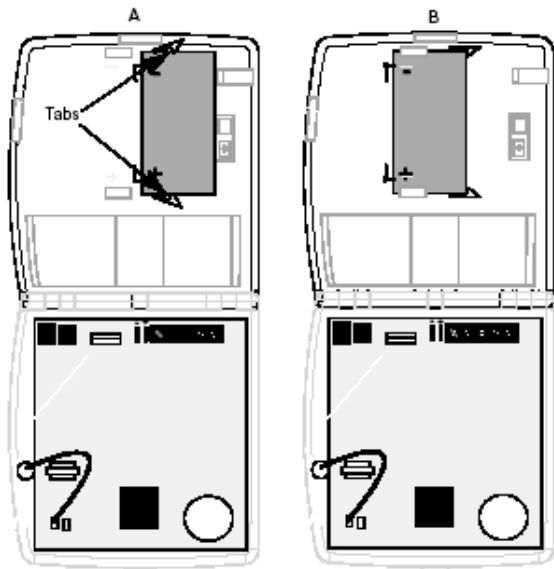

Figure 11. Installing the Panel Backup Battery
1. 将电池放进两个弹性卡子之间(图 11 中的 A)。
2. 将电池向左推直至弹性卡子回位并将电池卡紧(图 11 中的 B)。